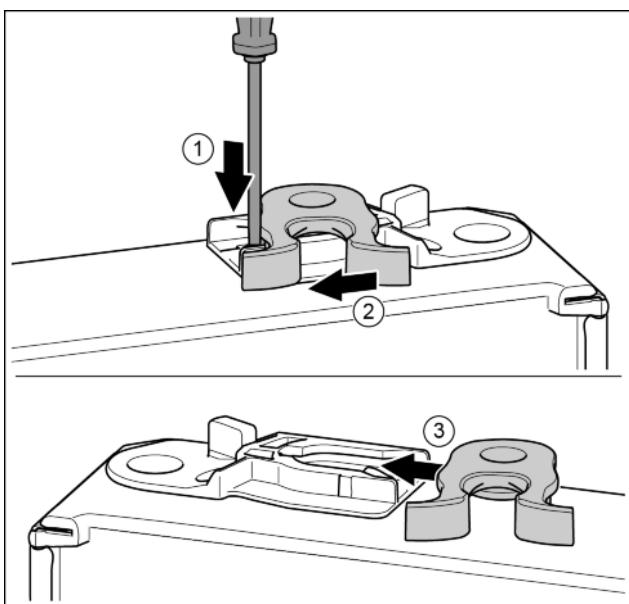

Fig. 13
- Нажать накладку шлицевой отверткой вниз. Fig. 13 (1)
- Запорный крючок вывести из направляющей. Fig. 13 (2)
- Запорный крючок вставить в направляющую с другой стороны. Fig. 13 (3)